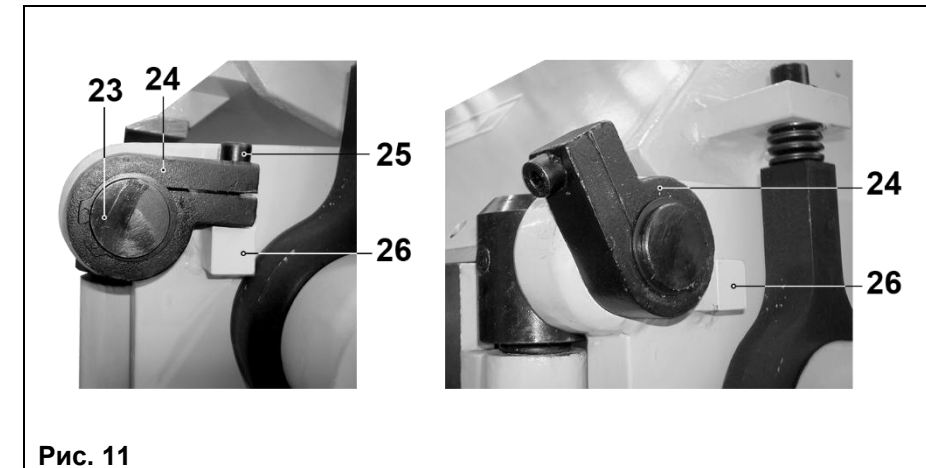

Рис. 11
8.3. Установка угла изгиба (Рис. 11)